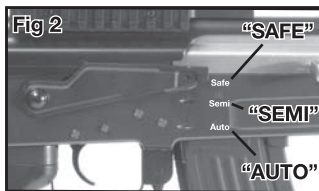

Fig 2
- Encuentre el seguro en el lado derecho del receptor (Fig. 2).